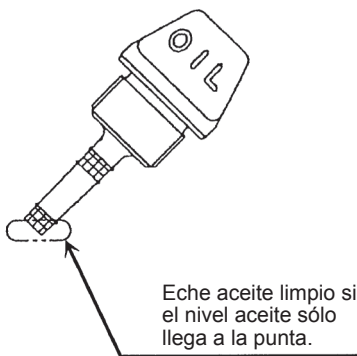
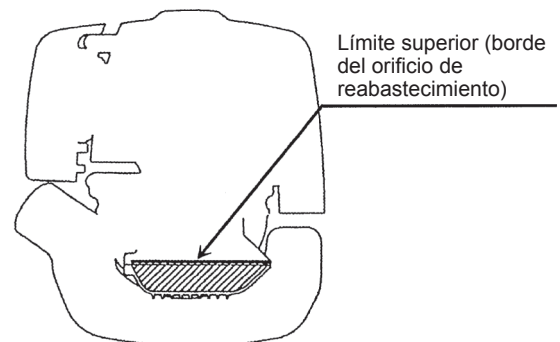

Fig. 1
Fig. 2
Cuando hay poco aceite, de modo que la bayoneta de nivel solamente toca el aceite con su punta, y especialmente cuando la bayoneta está insertada en el carter sin enroscar (Fig. 1), eche aceite por el orificio de reabastecimiento (Fig. 2).
(1) Coloque el motor en posición nivelada y saque la bayoneta de nivel de aceite.
(2) Eche aceite hasta el borde del orificio de reabastecimiento. (Consulte la Fig. 2 de la página anterior.)